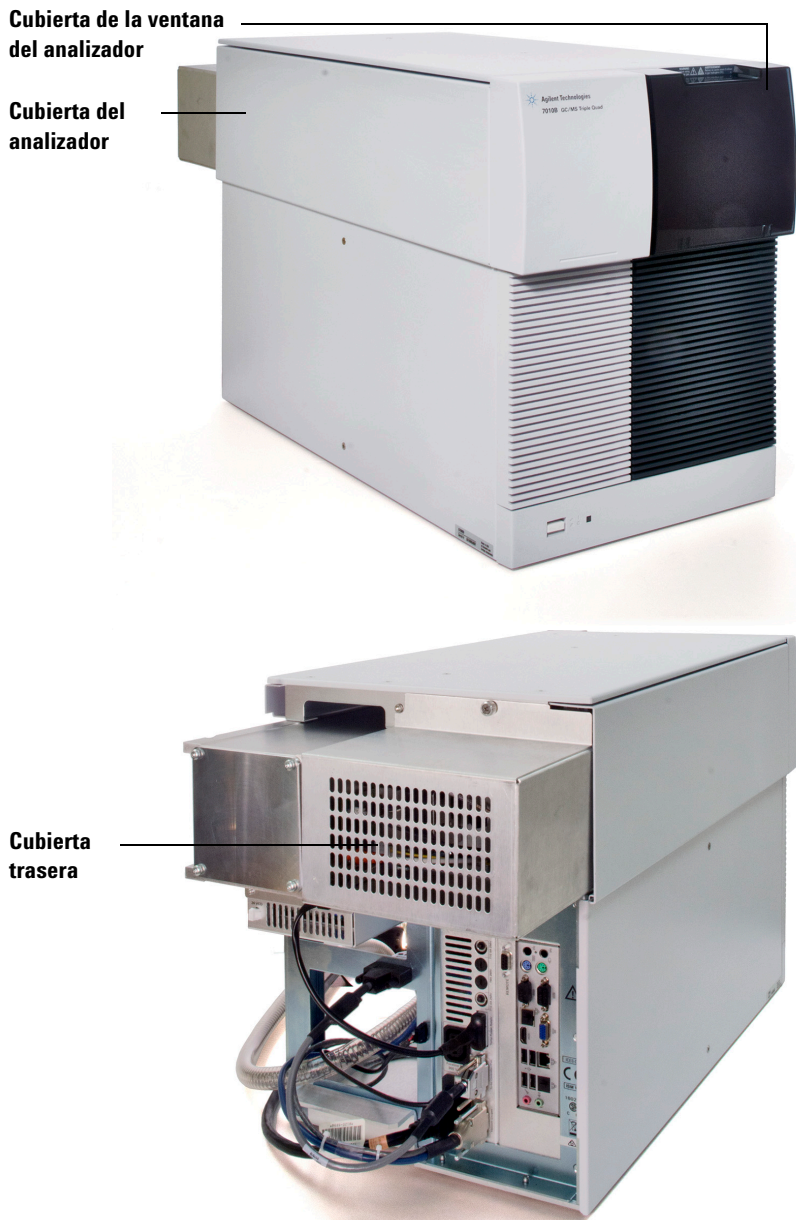

Figura 57 Retirada de cubiertas
Para poder abrir la placa lateral del analizador trasero hay que quitar la cubierta trasera. Esto es necesario para sustituir el cuerno multiplicador de electrones. Si debe acceder a la cámara del analizador trasero, siga los procedimientos indicados a continuación para quitar la cubierta trasera. (Consulte la Figura 57 en la página 191.)
- 1 Quite el tornillo superior de la cubierta trasera. (Consulte la Figura 57 en la página 191.)